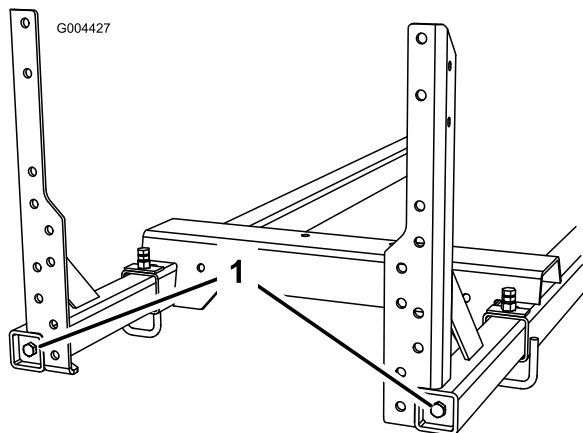

Figura 8
4. Serrate i bulloni del telaio della barra (Figura 8). Serrate i bulloni a una coppia di 91-113 N m.